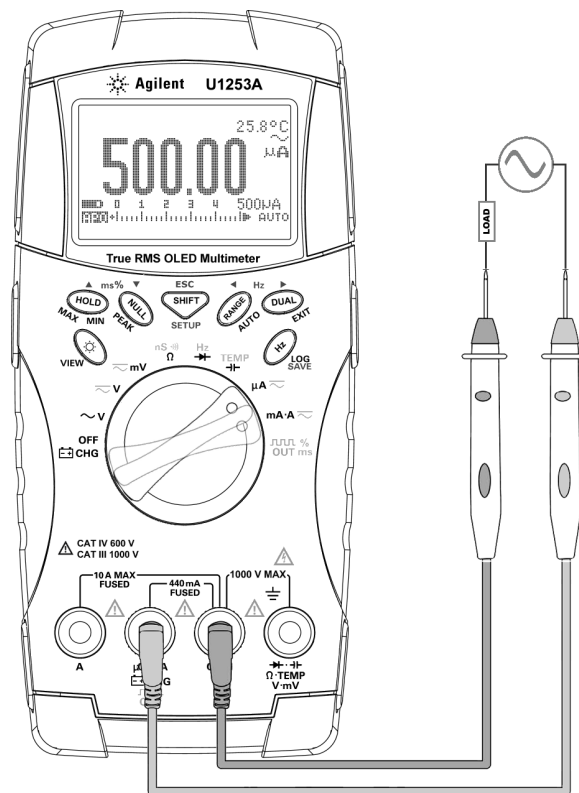

Abbildung 2-3 Messen der μ A- und mA-Stromstärke
- 3 Verbinden Sie die roten und schwarzen Messleitungen entsprechend mit den Eingangsanschlüssen $\mu\text{A}\cdot\text{mA}$ (rot) und COM (schwarz) (siehe Abbildung 2-3 auf Seite 34).
- 2 Verbinden Sie die Sonden wie in Abbildung 2-3 auf Seite 34 dargestellt.